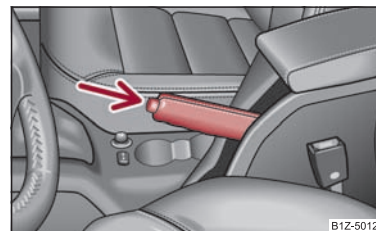

Fig. 114 Consola centrală: Frâna de staționare
- Acționează maneta frânei de mână puțin în sus și în același timp apăsați butonul de blocare ⇒ fig. 114.